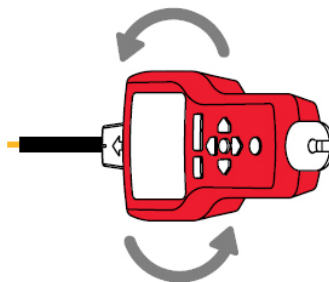

Figura 4.10c
6. Para verificar a deteção do cabo, rode periodicamente o recetor em 90 graus. A intensidade do sinal será mais elevada quando o cabo estiver alinhado com a ranhura no Sensor de ponta. (ver Figura 4.10c)